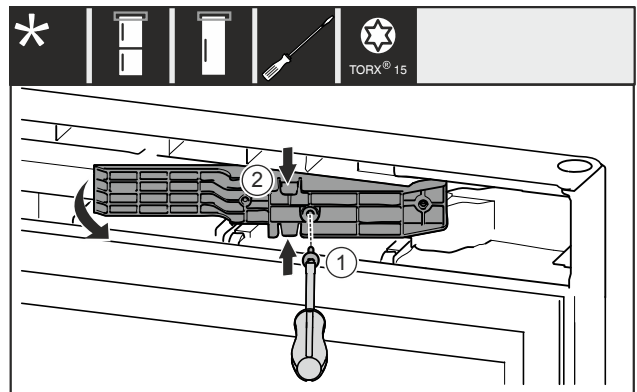

Fig. 14 \*
- Schraube Fig. 14 (1) entfernen.\*
- Adapterstück Fig. 14 (2) oben und unten leicht zusammenrücken und herausziehen.\*